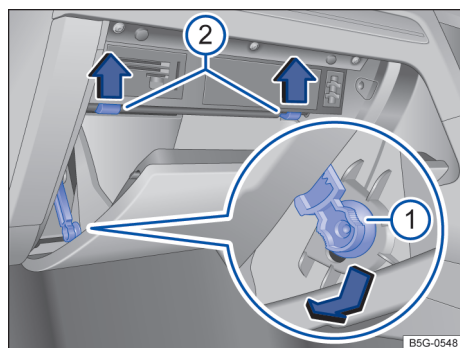

Fig. 206 Cobertura da caixa de fusíveis no painel de instrumentos: veículo com direção à esquerda, no lado do passageiro dianteiro.
- Abrir e, caso necessário, esvaziar o porta-luvas do lado do passageiro dianteiro → Fig. 206.
- Empurrar o elemento de freio → Fig. 206 ⓘ para baixo na abertura do suporte e retirar lateralmente.
- Pressionar o pino de batente → Fig. 206 ⓘ para cima na direção da seta e, ao mesmo tempo, continuar abrindo o porta-objetos.
- Para instalar: colocar o porta-objetos na posição. Introduzir a trava no suporte e empurrar para cima, até que ela se trave de maneira audível. Pressionar o porta-objetos cuidadosamente para frente, além da resistência do pino de batente → Fig. 206 ⓘ.